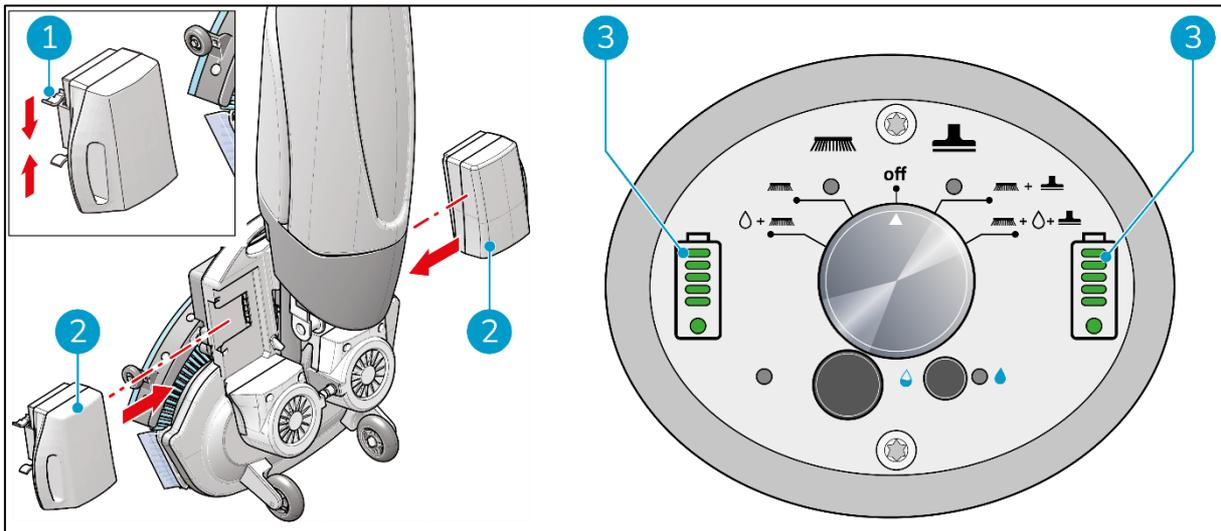

Figura 12
1. Far scorrere la batteria con codice blu (figura 12, pos. 2) nell'apposito alloggiamento. Un clic indica che la batteria è inserita (figura 12, pos. 1).
3. Durante il funzionamento, gli indicatori della batteria (Figura 12, punto 3) sul pannello di controllo indicano l'energia residua.